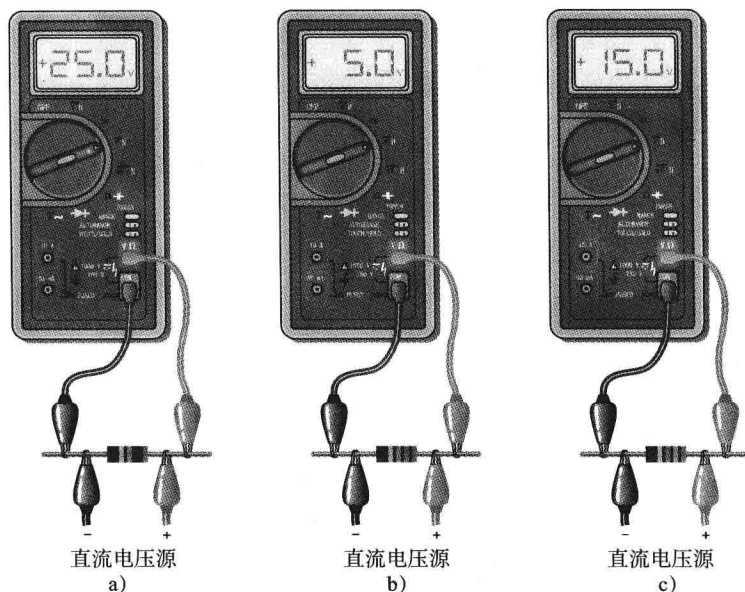

图 3-29 习题 7 图
7. 如图 3-29 所示将电阻接到直流电压源上, 试确定每个电阻的电流。